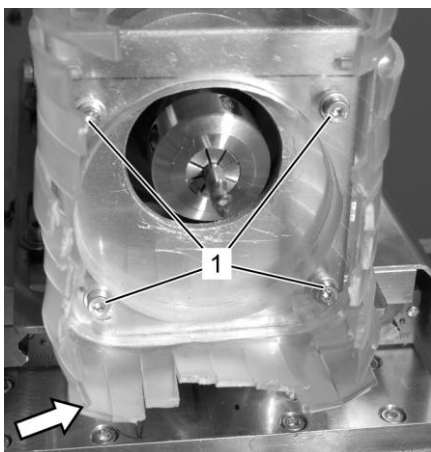

Abb. 36: Schutzschirm
Vier Schrauben (Abb. 36/1) lösen und entfernen.
3. Schutzschirm aus Plastik (Abb. 36/Pfeil) entfernen.
4. Neuen Schutzschirm mit vier Schrauben (Abb. 36/1) befestigen.